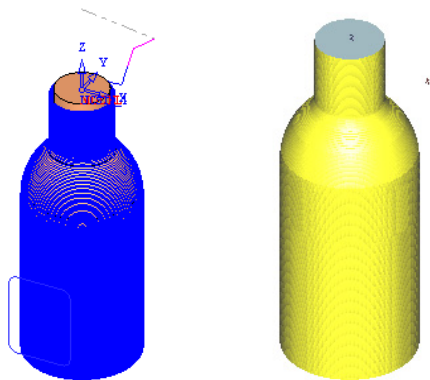

图 5-17 设置机床参数（1） 图 5-18 生成的刀具路径（1） 图 5-19 仿真模拟结果（1）
4) 设置机床参数。展开“机床参数”选项，相关参数设置如图 5-17 所示。